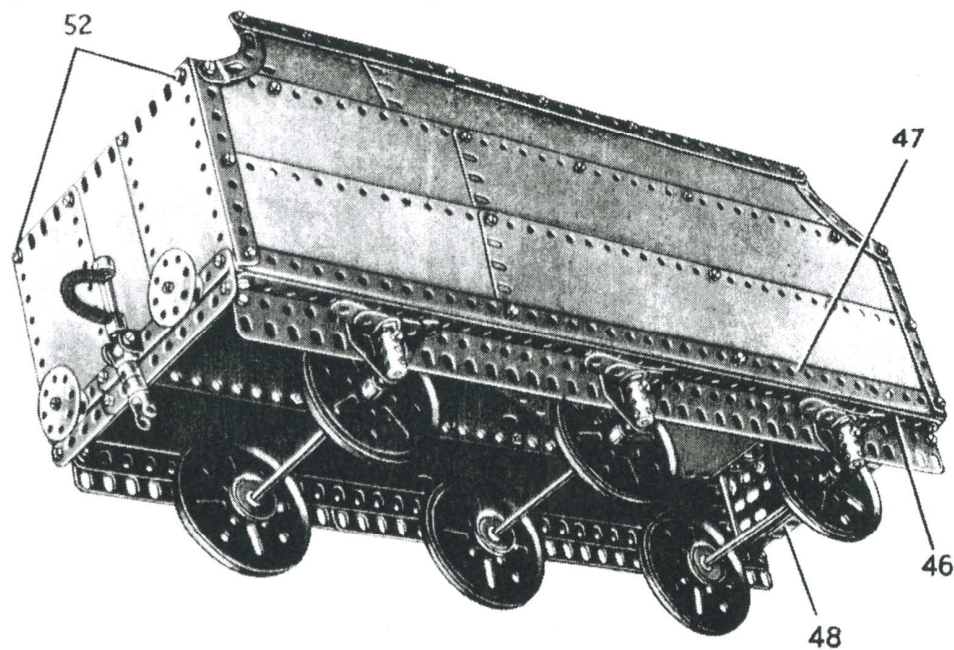

FIG. 9 Une autre vue du tender
Chacun des côtés du chassis du tender se construit en boulonnant une poutrelle plate de 25 trous, et une de 19 trous sur une cornière de 37 trous (46) (Fig. 9). Une autre cornière de 37 trous (47) est fixée sur la cornière (46), et les côtés sont réunis à chaque extrémité par des poutrelles (48) faites chacune d'une cornière de 11 trous et d'une de 5 trous qui se recouvrent sur 3 trous. Les roues tournent entre des clavettes et des poulies de 25 mm. sur des tringles de 16,5 cm., qui passent dans les embases triangulées plates et dans des accouplements fixés sur les embases triangulées plates par des boulons de 19 mm. Au dessus de chaque accouplement, le ressort à lame est formé par une bande de 5 trous et par une bande de 3 trous soutenues par une équerre.
La paire avant de cornières de 9 trous est réunie par une poutrelle (50) faite d'une cornière de 11 trous et d'une de 5 trous. Une plaque flexible de 14 x 4 cm. est fixée entre cette pièce et la poutrelle (48). Une autre poutrelle (51) faite de la même façon que la poutrelle (50) est fixée comme le montre la figure, et trois plaques bandes de 25 trous sont boulonnées sur ces poutrelles. Les plaques bandes sont cintrées comme le montre la figure et sont fixées sur les cornières (49). Chaque plaque bande est prolongée par deux plaques flexibles de 11,5 x 6 cm. Ces pièces sont soutenues à leurs extrémités arrière par une poutrelle tenue par des boulons (52) (Fig. 9) constituée par une cornière de 11 trous et par une de 3 trous. Une joue de chaudière est fixée sur cette poutrelle par une équerre.